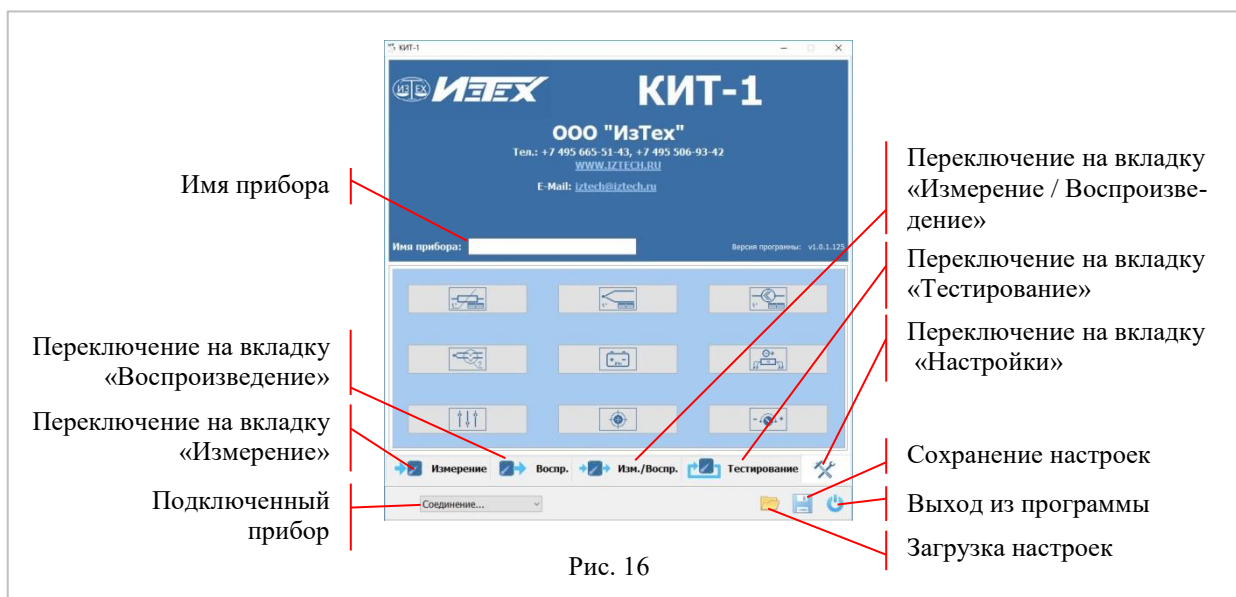

Рис. 16
4.2.3 После запуска программы на дисплее ПК появится окно, рис. 16. Программа в автоматическом режиме начнет поиск подключенных к ПК приборов. Первый из найденных приборов отобразится в поле «Подключенный прибор». В поле «Имя прибора» отобразится имя этого прибора, которое впоследствии может быть изменено. Затем программа автоматически считывает настройки из КИТ-1 и переключится на установленную в приборе вкладку.